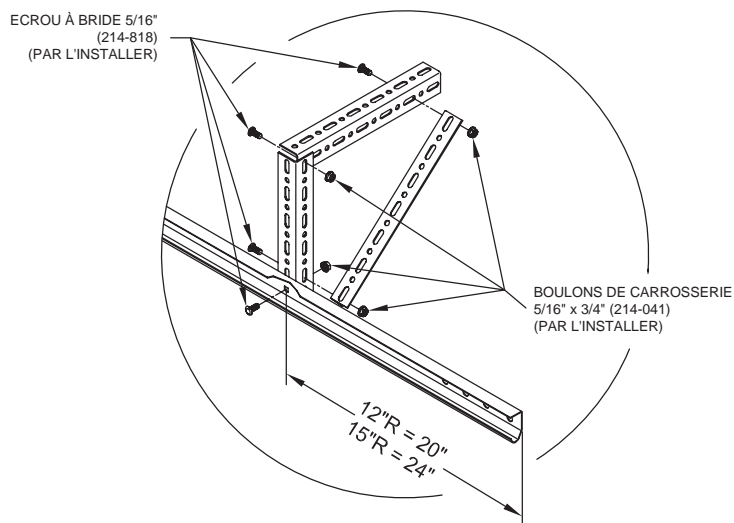

FIGURE 19
25) Élevez tous les clous temporaires tenant la porte. Positionnez les rails horizontaux de façon qu'ils soient 1/2 pouce de la porte, soient en enquerre et en niveau. Installez les supports arrière composés des angles troués (non inclus). Installez les supports de rails horizontaux de façon montrée dans figure 19. L'ensemble du support **doit être rigide**, enlever la corde.